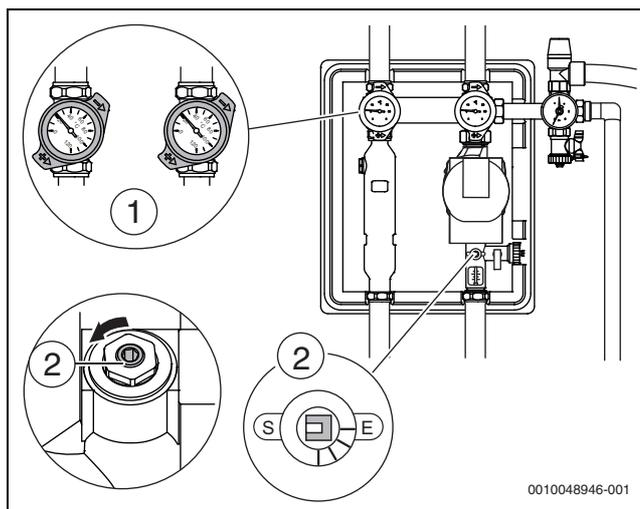

Fig. 42 Dispositifs d'isolement ouverts
- ▶ Placer les robinets à boisseau sphérique (→ Figure 42, [1]) aux thermomètres à 45° et ouvrir le limiteur de débit (→ Figure 42, [2]) et les autres dispositifs d'isolement.